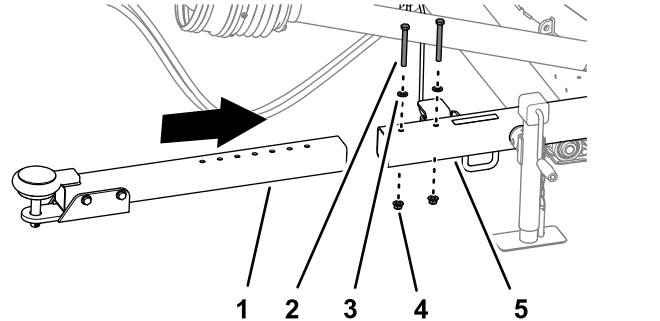

Bild 6
1. Entfernen Sie die beiden Sicherungsbundmutter, zwei Kopfschrauben und zwei Unterlegscheiben, mit der das Anbauvorrichtungsrohr am Aufnahmerohr befestigt ist (Bild 6).